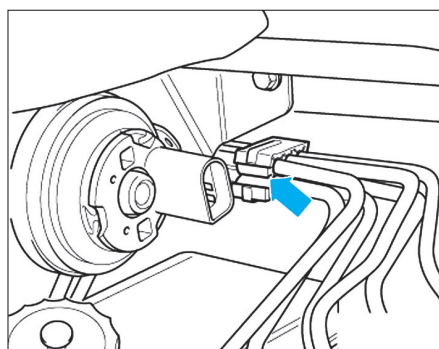

Fig. 32
- Ouvrir le support (flèche) et dégrafer les conduites de frein (Fig.32).